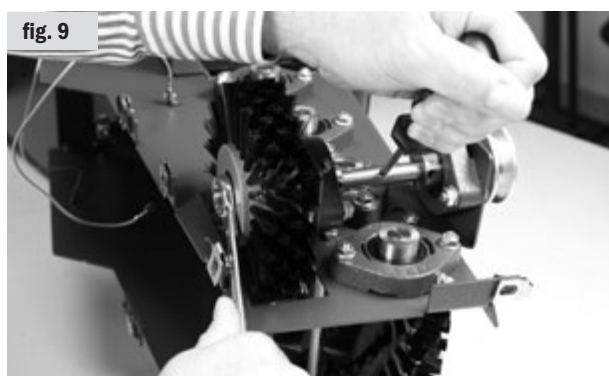

fig. 10
5. Allentare i 2 anelli di rotolamento (esagono incassato apertura chiave 2,5 mm) (vedere fig. 10)